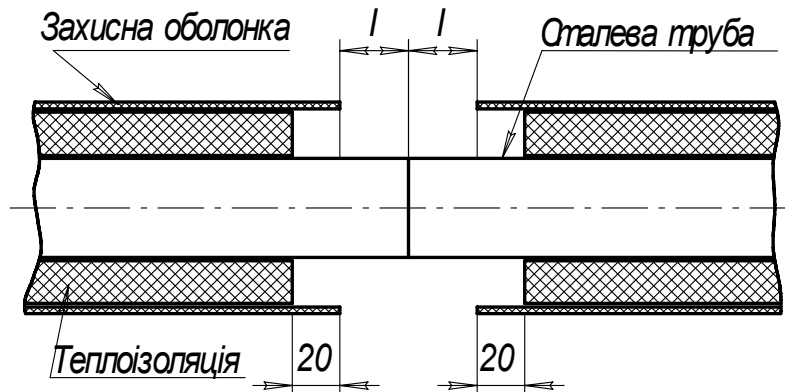

Рис. 2
2.2.2 На торцях теплоізолзованих елементів зрізати шар ППУ ізоляції на глибину приблизно 20 мм (рис. 2).